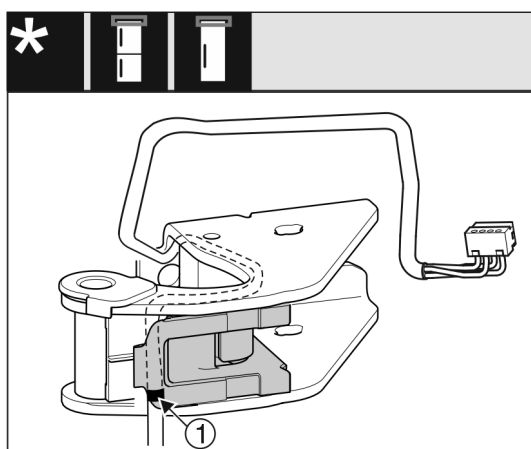

Fig. 28
- При това средната маркировка трябва да е върху ръба на кабелния държач Fig. 28 (1).